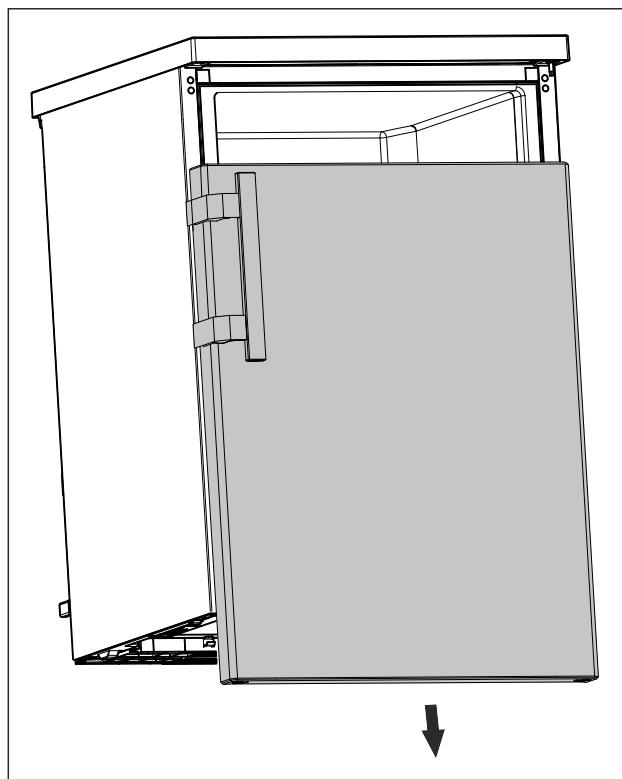

Fig. 17
- Vrata snemite navzdol. (glejte Fig. 17)